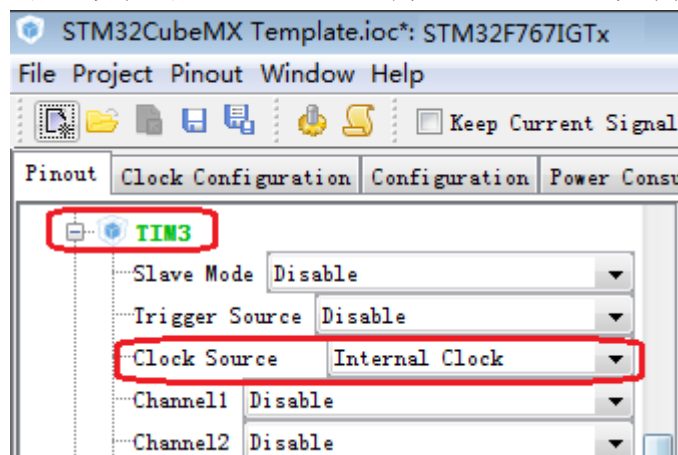

图 12.5.1 TIM3 配置
- ① 在 Pinout->TIM3 配置项中，配置 Clock Source 为 Internal Clock，如下图 12.5.1 所示：